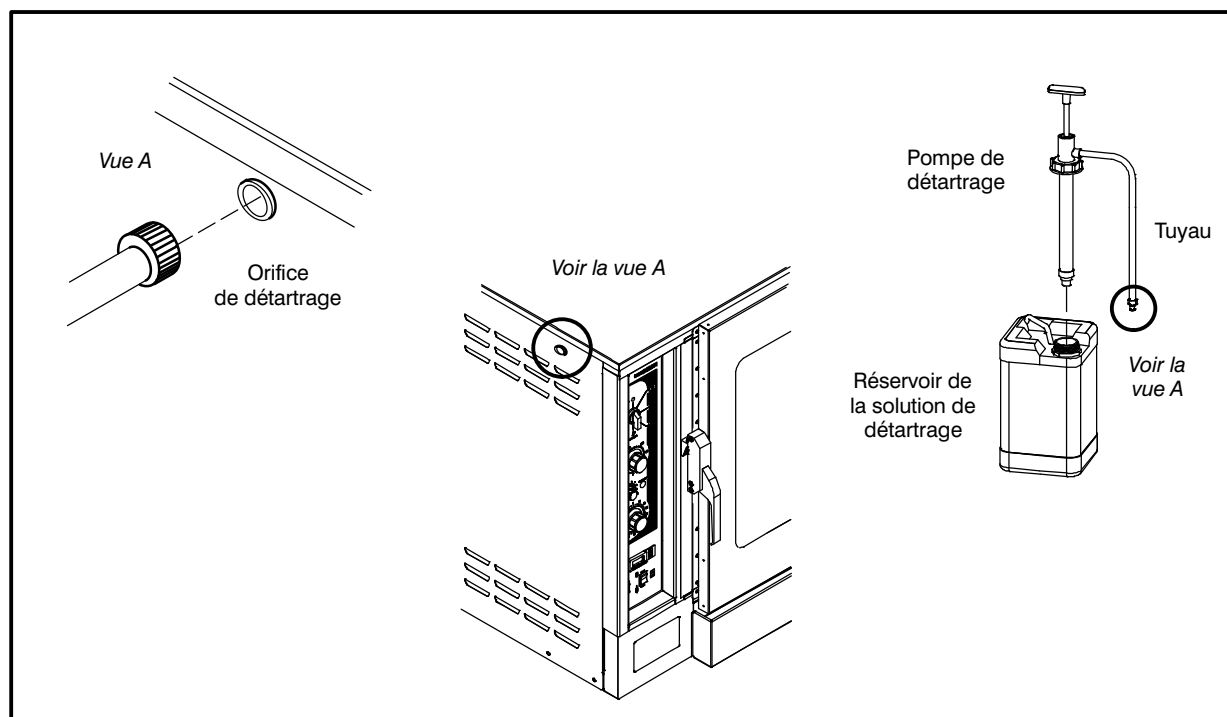

Figure 20
2. Retirez le bouchon de l'appareil. Connectez l'extrémité du tuyau de pompe à l'orifice de détartrage. Voir la Figure 20.